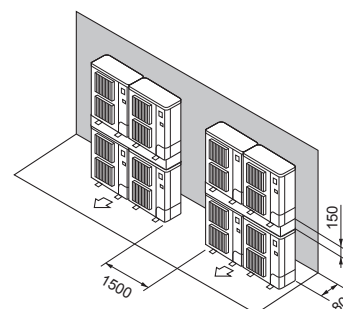

Fig. 2-15
- ⑦ Disposition pour appareils empilés (Fig. 2-15)